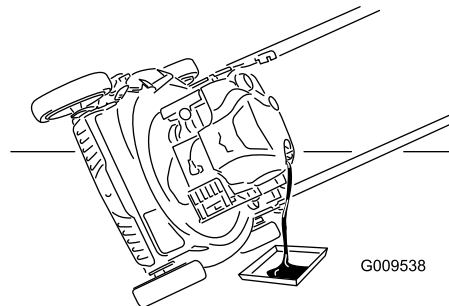

Figura 19
3. Coloque el cortacésped de lado con el filtro de aire hacia arriba para drenar el aceite usado a través del tubo de llenado de aceite (Figura 19).